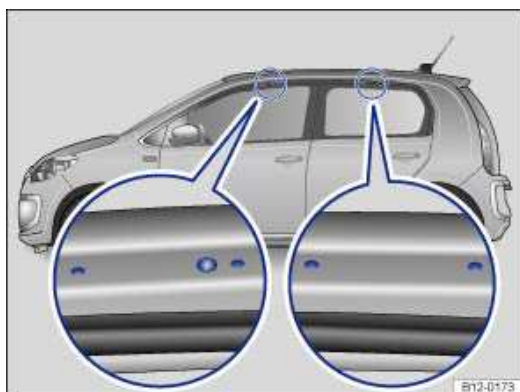

Abb. 82 Befestigungspunkte für Grundträger (beidseitig).
Die Bohrungen bzw. Markierungen der Befestigungspunkte für die Grundträger befinden sich an den Unterseiten der Dachholme und sind nur bei geöffneter Tür sichtbar → Abb. 82.
- Die Grundträger nur an den in den Abbildungen gezeigten Markierungen befestigen → Abb. 82.